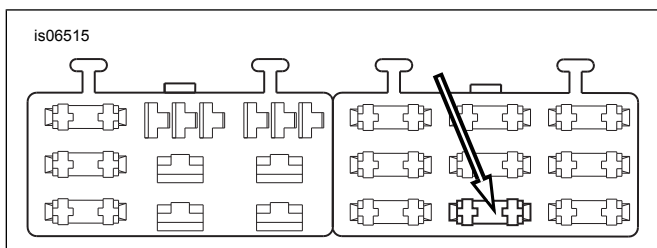

Abbildung 8. Sicherungsblockhohlraum „OPEN“ (Dyna-Modelle ab 2004)
4. Siehe Abbildung 8. Den als „OPEN“ (nicht belegt) ausgewiesenen Sicherungshohlraum (1) an der Sicherungsblockabdeckung im rechten Sicherungsblock ausfindig machen. Den Kontakt des orange/weißen Adapterkabels bis zum Anschlag einführen. Auf einen benachbarten, im Werk eingebauten Kontakt Bezug nehmen, um zu prüfen, ob der Kontakt richtig ausgerichtet und tief genug eingesetzt ist.